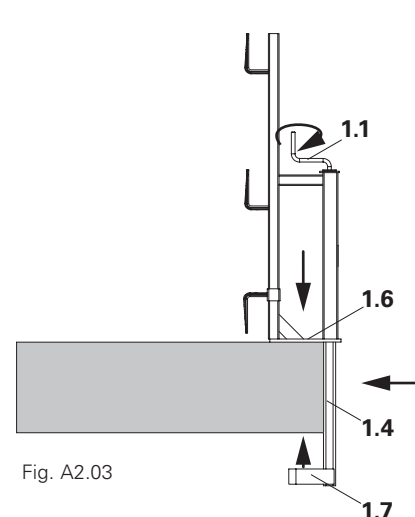

Fig. A2.03
- Il tubo di fissaggio (1.4) si inserisce. (Fig. A2.03)
- Il tubo di fissaggio (1.4) deve poggiare in modo uniforme contro il bordo del solaio. (Fig. A2.03)
- La staffa (1.7) deve aderire completamente. (Fig. A2.03)